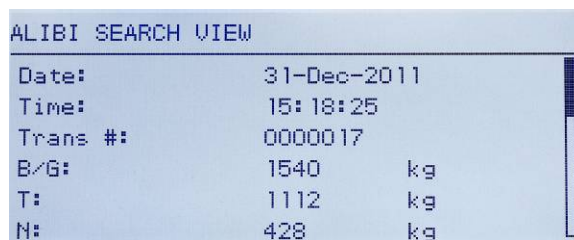

Abbildung C-2: Ansicht der Alibi-Suchergebnisse
5. Der Bildschirm „Alibi-Speicher-Suchansicht“ wird mit den chronologisch geordneten Suchergebnissen angezeigt. Der aktuellste Datensatz erscheint zuerst. Jeder weitere Datensatz kann durch Drücken der Navigationstaste AB angezeigt werden. Abbildung C-2 enthält eine Reihe von Bildschirmen, die den Inhalt von weiteren Datensätzen darstellen, die in der Ansicht verfügbar sind.